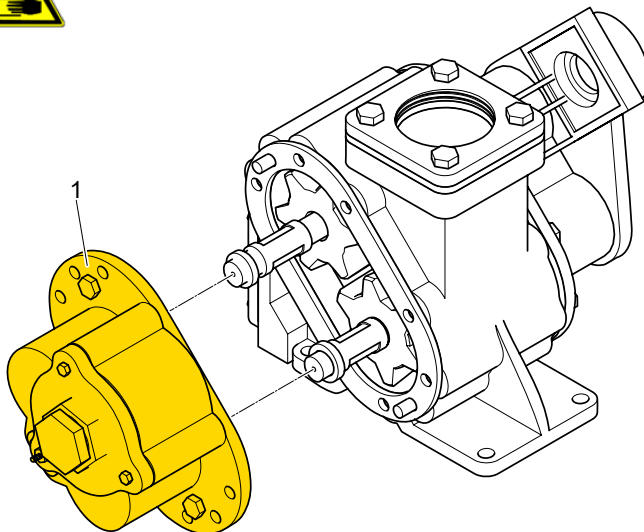

Abbildung 4: Pumpenventilgehäuse
4. Bauen Sie das Pumpenventilgehäuse [1] wieder ein. (Abb. 4)